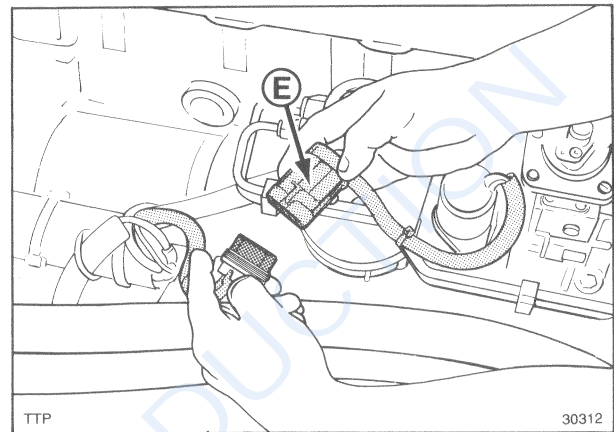

Fig. 4
2. Desserer le raccord E de l'électrovanne d'arrêt du compartiment moteur (Fig. 4).
5. Couple fiche E (Fig. 4).